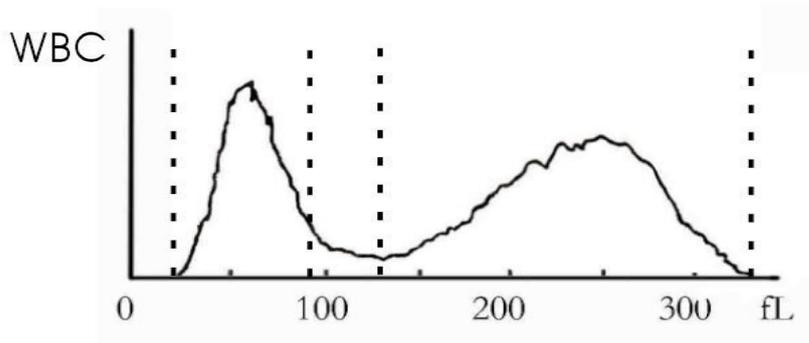

Figura 2-2
Añadir una cierta cantidad de dilución y lisar en la copa de muestra CMB. Esto puede hacer que la lisis RBC y WBC disuelve deshidratar ser "película cubre la base." So que el volumen del CMB es procesada dentro de 35 fL y 45 fL. Yon la medida de la CMB, el rango de distribución brecha analizador de volumen del CMB (35 ~ 450 fL) en 256 canales. Ecanal ach es 1.64 fl. PUIlse de cada CMB se guarda en correspondiente canal de acuerdo a su volumen y luego ser procesados por un ordenador para componer una curva suave a fin de obtener un histograma de distribución de volumen del CMB (Figura 2-2). Tél ordenada indica la cantidad relativa de glóbulos blancos (rel.no) y la abscisa indica el volumen de glóbulos blancos (FL).